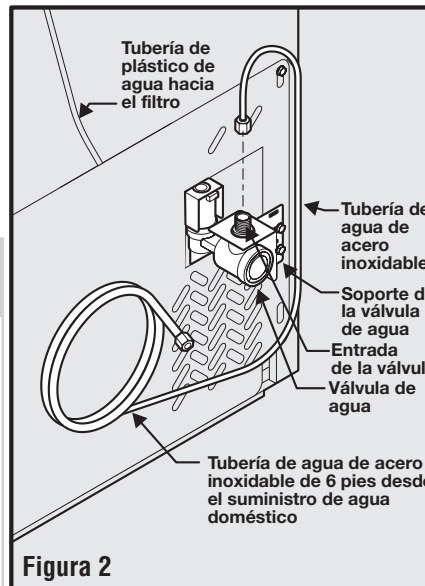

Figura 2
- Si usa tuberías de acero inoxidable: la tuerca y la férula ya están armadas en la tubería. Deslice la tuerca de compresión hacia dentro de la entrada de la válvula y apriete manualmente la tuerca de compresión sobre la válvula. Apriete otra media vuelta con una llave; NO apriete en exceso. Vea la Figura 2.